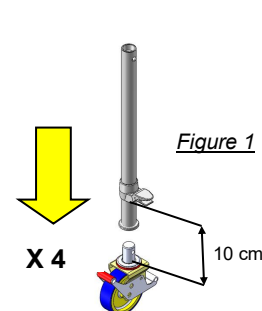

Figure 1
1. Insérer les 4 roues dans les 4 pieds réglables (laisser 10 cm entre le bas du pied et l'écrou de réglage) (cf. *Figure 1*).